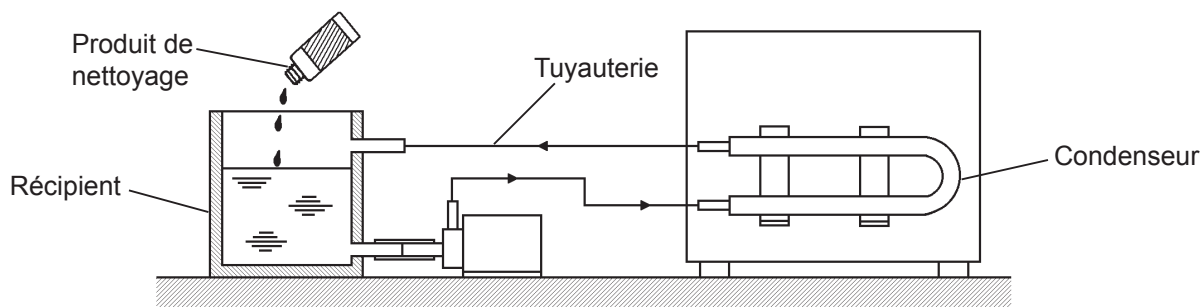

Fig. 8
6) Brancher les tuyaux comme indiqué à la figure 8 et les fixer au moyen des colliers.